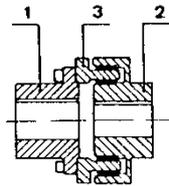

Fig. 5
Fig.5 - Ejecución de tres piezas: se deben soltar los tornillos que unen las piezas 1 y 3. Se gira un poco la pieza (1) y a continuación se desplaza axialmente la corona (3).